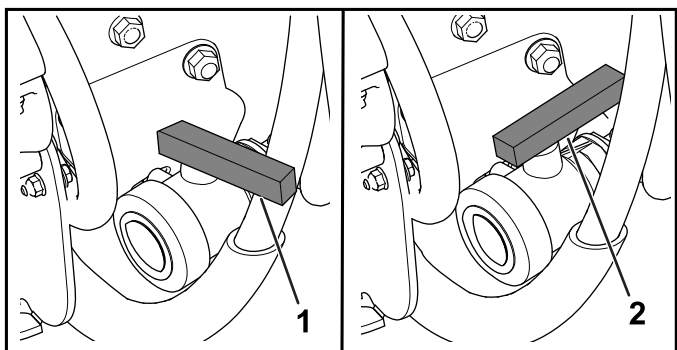

图 94
3. 打开阀门以排出药缸中所有未使用的药液图 94。
4. 关闭排放阀图 94。